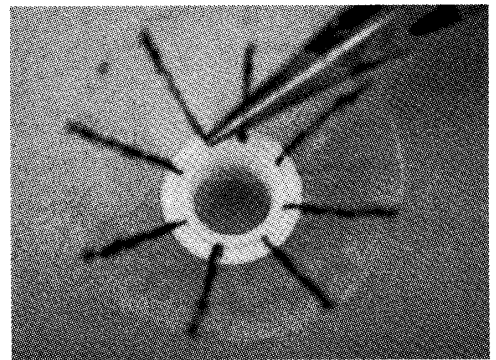

図 13 先端部の加工
(17) 図 13 に示すように、ラジオペンチをペットボトルの先端部分に差し込み、ほぼ水平に折り曲げる。